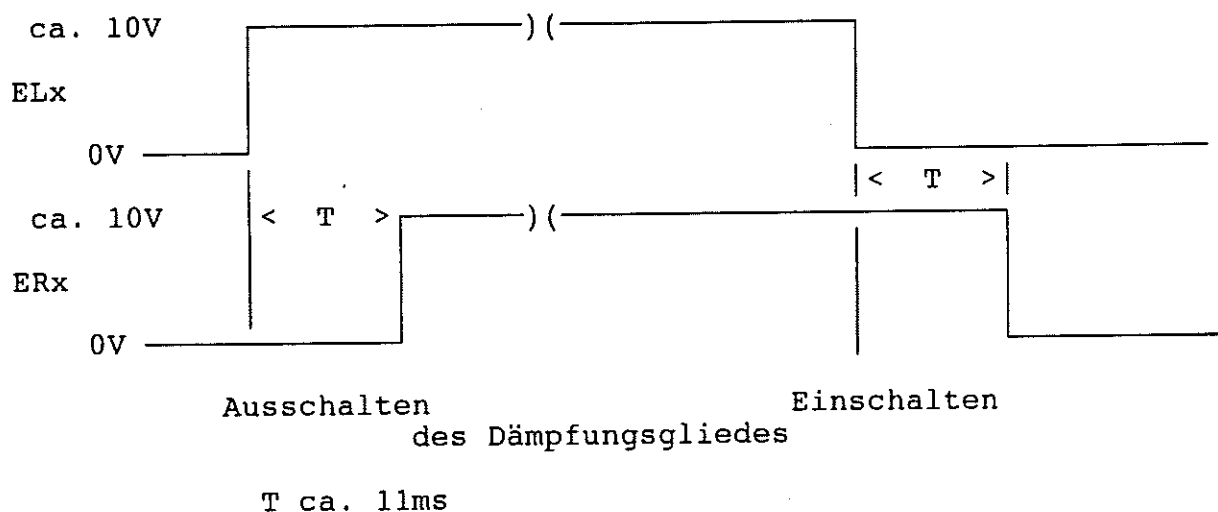

Bild 1 Ansteuerpuls der Dämpfungsglieder
Die Dämpfung der Eichleitung wird über eine serielle Schnittstelle eingestellt. Diese enthält das Gate-Array "EICHGA" (D1). Es erzeugt an den Leistungsausgängen ELx und ERx für jedes Dämpfungsglied Stimpulse von einigen ms Dauer. Dadurch werden die Magnetspulen angesteuert, die je nach Polarität die Kontaktwippen in die eine oder andere Richtung betätigen (siehe Bild 1).
Ansteuerung der einzelnen Dämpfungsglieder nach 7.4.2 prüfen. Ansteuerpulse nach Bild 1 prüfen.
- ▶ Pegel nach Tabelle einstellen und Ansteuerpulse nach Bild 1 kontrollieren: